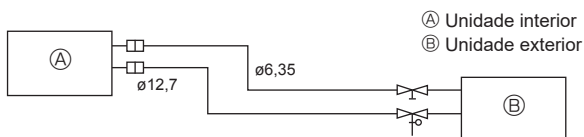

Fig. 5-2
(1) A tabela abaixo mostra as especificações de tubos existentes no comércio. (Fig. 5-2)